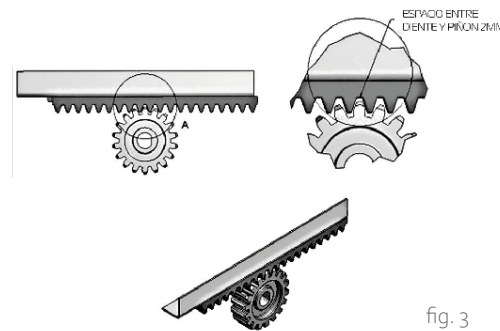

fig. 3
1. Cierre el portón manualmente y posicione la cremallera por encima del piñón del motor, dejando una luz de 2mm, entre los dientes de la cremallera y el piñón (fig.3).